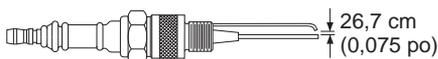

Figure 8 - Écartement des électrodes de la bougie
5. Nettoyez les électrodes de la bougie et espacez-les de 0,19 cm (0,075 po) (voir figure 8).